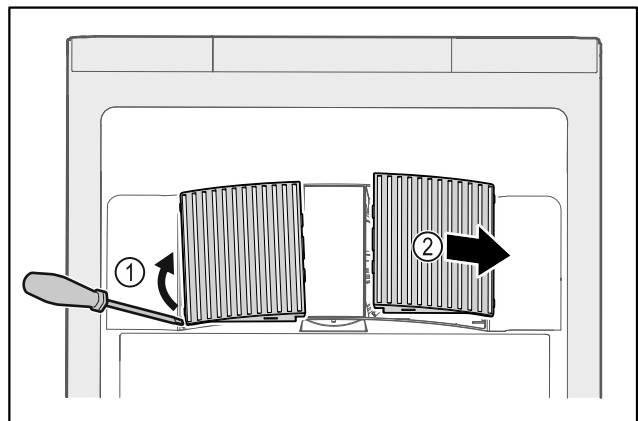

Fig. 104
- ▶ Кожух вентилятора обережно підважити зі сторони Fig. 104 (1) і витягнути рухом вперед Fig. 104 (2).